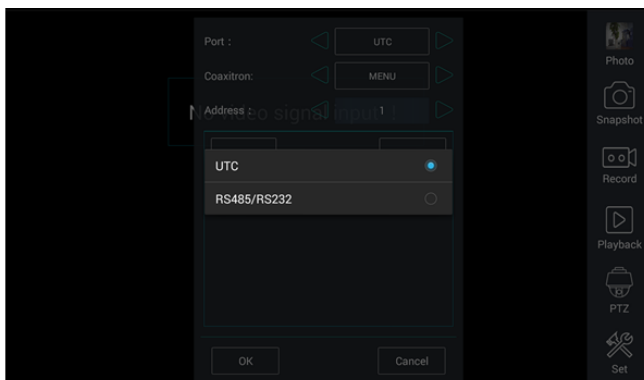

Рис. 109 Выбор UTC для управления PTZ камерой
- 6) Выберите в настройках PTZ порт (Port) – UTC – управление по коаксиальному кабелю (рис. 109) Значение MENU – вызывает OSD меню самой видеокамеры;